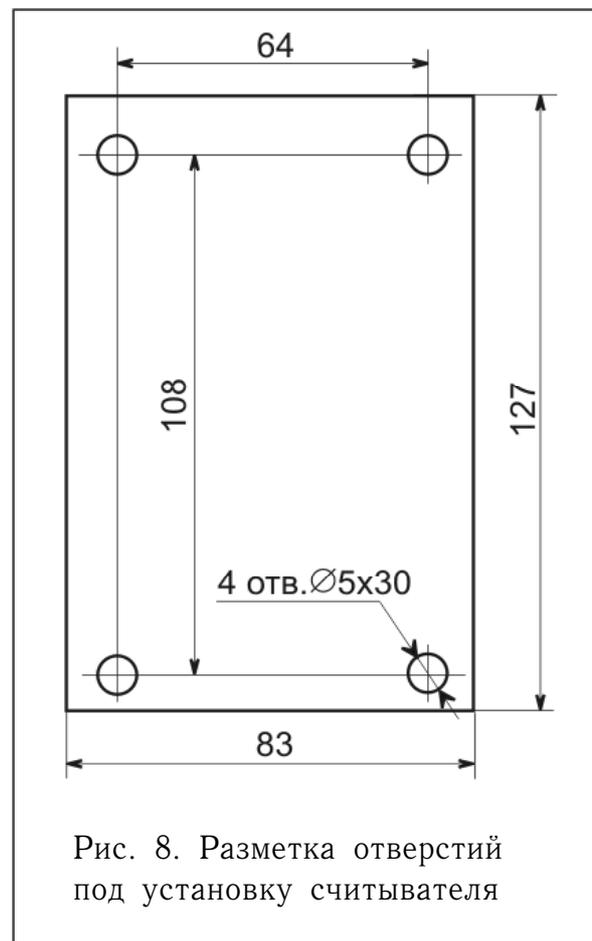

Рис. 8. Разметка отверстий под установку считывателя
3. Произведите разметку и разделку отверстий для крепления считывателя и проводки его кабеля (размеры для разметки отверстий указаны на рис. 8).